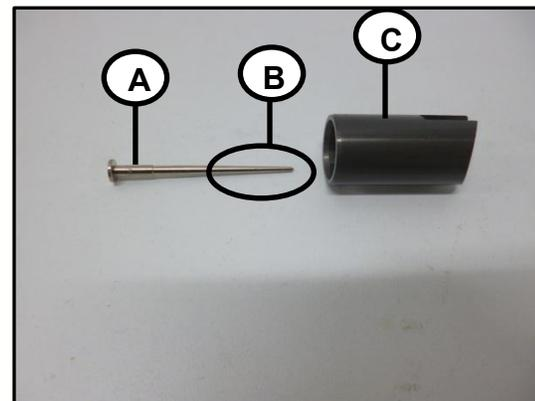

Fig.2.32
- Verifique que la aguja del carburador [A] no este desgastada en la sección del asiento [B], Verifique el estado de la cortina [C] del carburador, en caso tal de presentar desgaste, rayas o estar defectuosa, reemplace. Fig.2.32